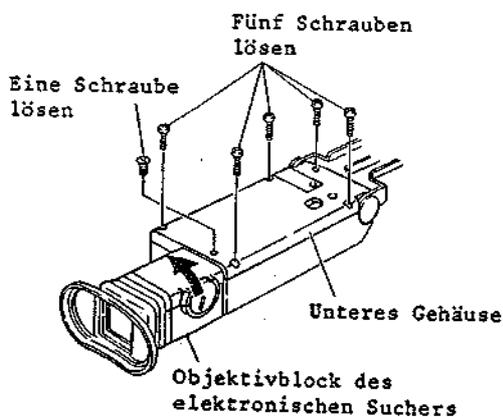

Abb. 2-106 Ausbau des unteren Gehäuses
5.1 Ausbau des unteren Gehäuses (Abb. 2-106)
1. Eine (1) Befestigungsschraube des Objektivblocks des elektronischen Suchers lösen (siehe Abb. 2-106).
4. Fünf (5) Befestigungsschrauben des unteren Gehäuses entfernen.
1. Das untere Gehäuse ausbauen (siehe Abb. 2-106).